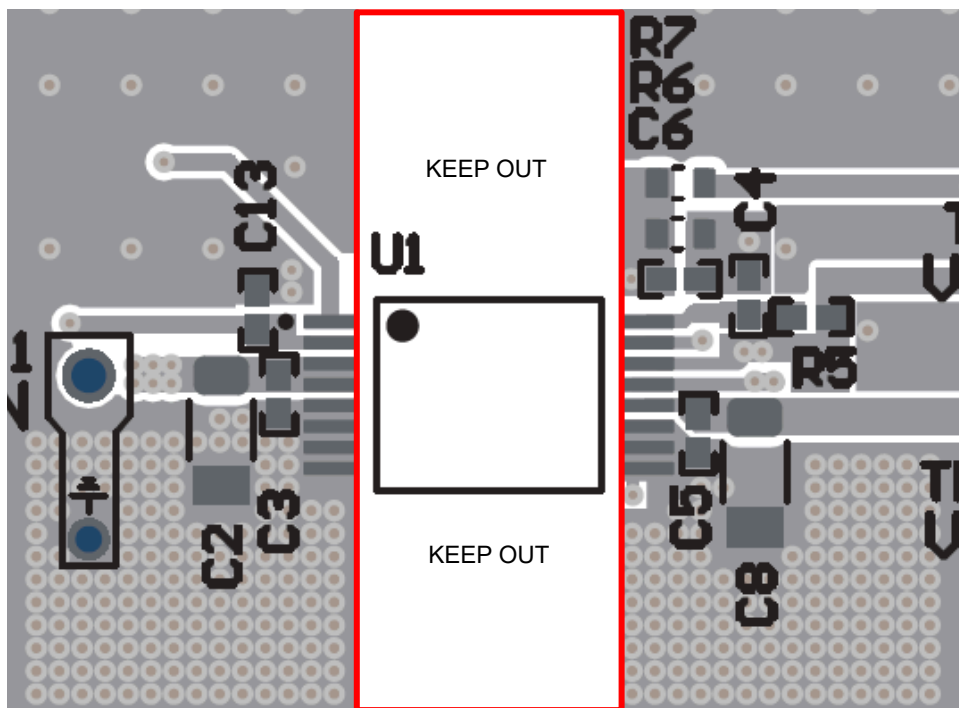

図 8-8. 絶縁禁止領域
7. 沿面距離: データシートに規定されている沿面距離、空間距離、電圧絶縁定格を完全に維持するため、UCC34141-Q1 の直下に信号パターンを配線したり、部品を配置したりしないようにします。定義された絶縁バリア全体で、空間距離を赤色でハイライトしたままにします。基本絶縁でのキープアウトの空間距離は、強化絶縁要件 (8.2mm) より 50% 短くできます。8.2mm を使用すると、追加のマージンが得られます。図 8-8 にレイアウトの例を示します。